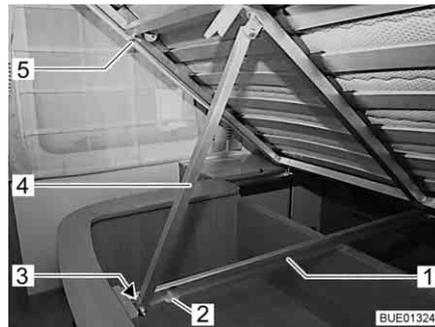

Fig. 108 Letto fisso
- Sollevare il telaio portamaterasso (Fig. 108,5) e spingerlo in alto fino a che il puntello (Fig. 108,4) spostandosi sulla guida (Fig. 108,1) arriva fino in fondo (Fig. 108).
- Sollevare il telaio portamaterasso (Fig. 108,5) e spingere indietro il puntello (Fig. 108,4) sull'estremità inferiore. Durante questa operazione verificare che il rullo di scorrimento (Fig. 108,3) sull'estremità del puntello non salti fuori dalla guida (Fig. 108,1) al momento dell'apertura per il prelievo (Fig. 108,2).